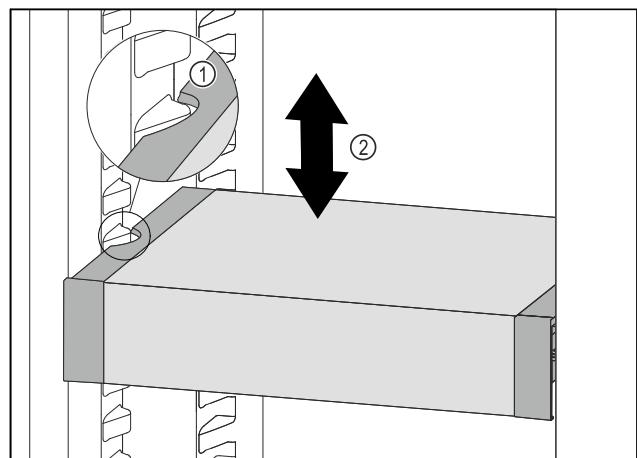

Fig. 146
- ▶ Tirer le VarioSafe vers l'avant jusqu'à ce que les encoches latérales du VarioSafe soient à la hauteur de la nervure du bac dans la partie réfrigérateur. Fig. 146 (1)
- ▶ Déplacer le VarioSafe vers le haut ou vers le bas dans la partie réfrigérateur jusqu'à ce que la hauteur souhaitée soit atteinte. Fig. 146 (2)